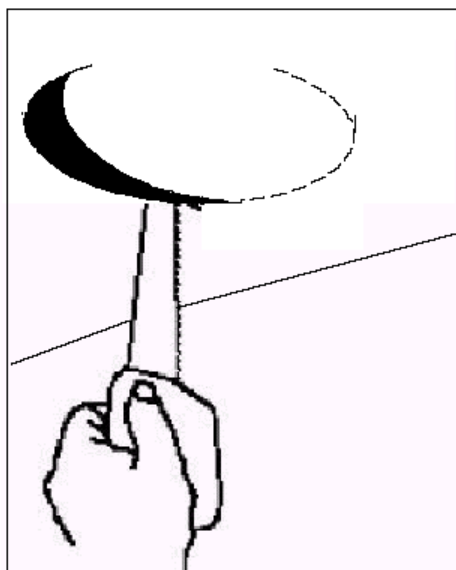

Figura 33
3) Realice el agujero en el techo, (Figura 33)